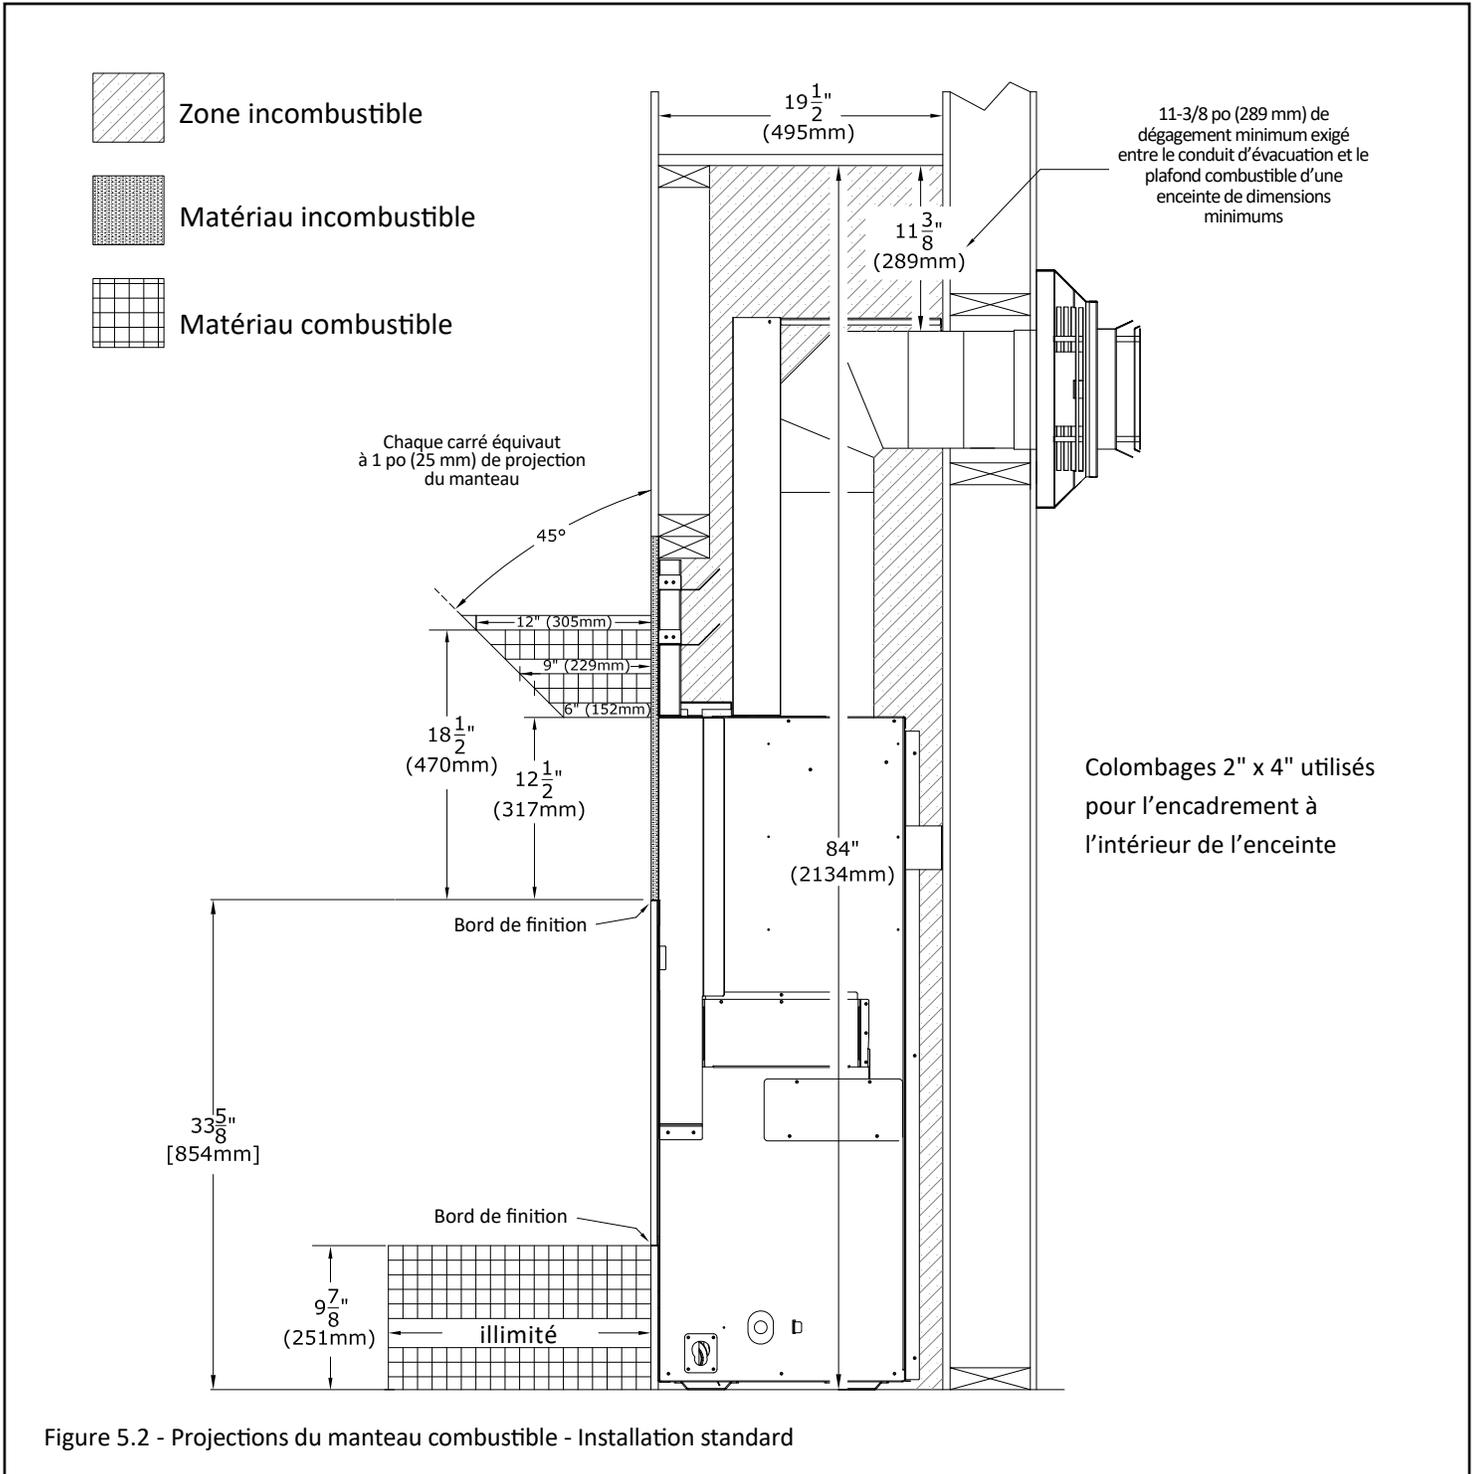

Figure 5.2 - Projections du manteau combustible - Installation standard
- Profondeur du manteau combustible : Comme la FIGURE 5.2 l'indique, le manteau de 6 po (152 mm) commence 12-1/2 po (317 mm) au-dessus du bord de finition supérieur du foyer. La profondeur du manteau peut augmenter de 1 po (25 mm) pour chaque pouce (25 mm) de hauteur additionnelle, à partir d'un manteau de 6 po (152 mm).
La Figure 5.2 montre la profondeur permise d'un manteau combustible de 6 po (152 mm), commençant à 12-1/2 po au haut du bord de finition supérieur du foyer. Les dimensions montrées sont permises pour une option d'installation standard. La profondeur du manteau peut augmenter de 1 po (25 mm) pour chaque 1 po (25 mm) de hauteur, à partir d'un manteau de 6 po (152 mm) de profondeur. Une extension d'âtre combustible est permise avec une longueur de projection illimitée à partir du bord de finition inférieur du foyer.